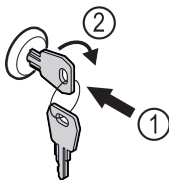

Fig. 172 Ilustrační zobrazení
- Klíč zasuňte dovnitř Fig. 172 (1).
- Otáčejte klíčem o 90° ve směru hodinových ručiček Fig. 172 (2).